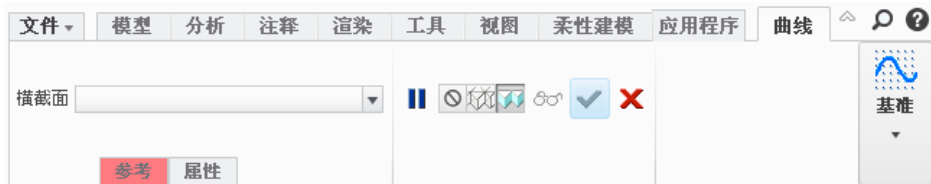

图 3.3.2 “曲线”操控板
Step2. 单击 **模型** 功能选项卡 **基准** 下拉菜单中选择 **曲线** **曲线来自横截面** 命令，系统弹出图 3.3.2 所示的“曲线”操控板。